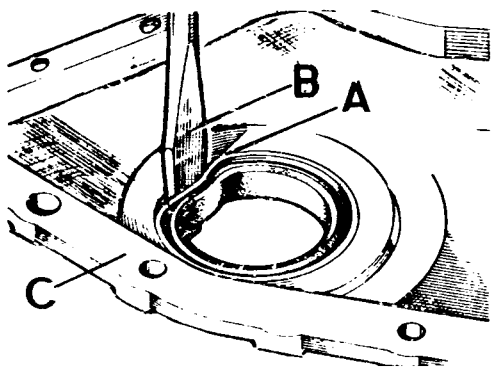

Fig. A3-63 Desmontaje del retén de aceite
- 2.1. Con un destornillador se ejercerá palanca sobre la caja metálica del retén, A (Fig. A3-63), separándola lo suficiente para poder doblar el último hacia dentro y extraerlo.